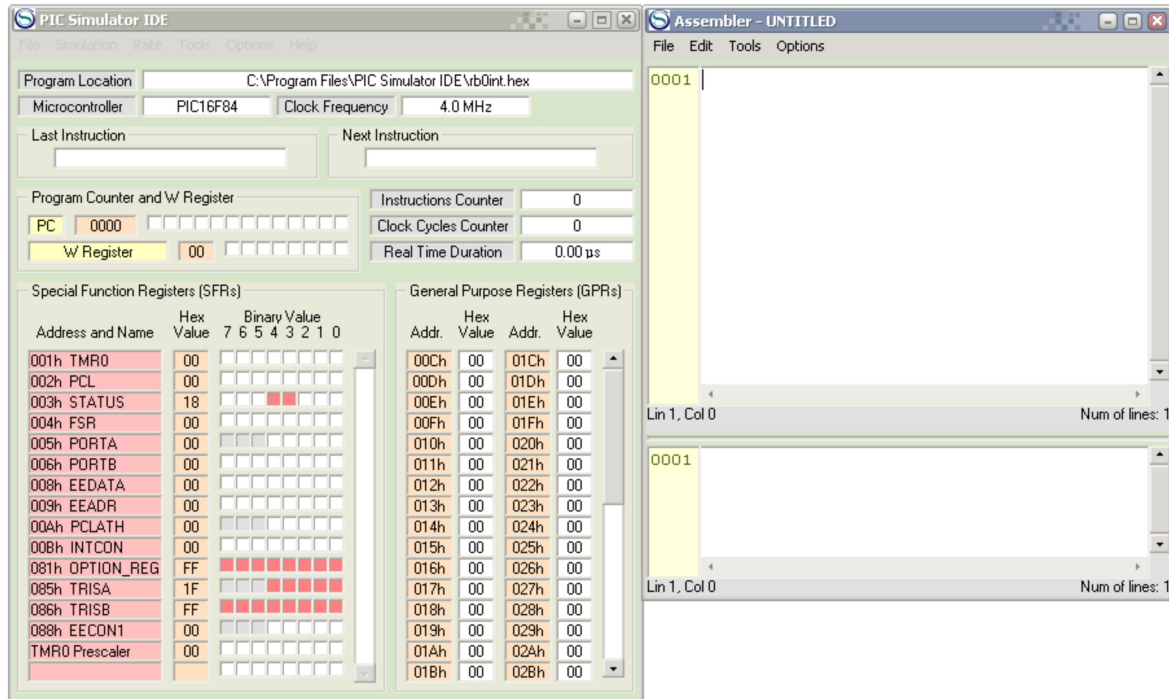

Рис. 2 Вікно симулятора з відкритим вікном Assembler
1. Натиснути Options | Assembler. Відкриється вікно компілятора Assembler – UNTITLED (рис. 2);